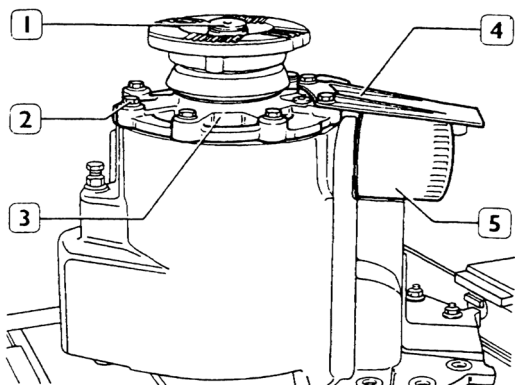

Figura 28
- a. Aflojar el tornillo (1).
- b. Introducir en el cilindro (4) aire comprimido con una presión de 6 bar.
- c. Apretar el tornillo (1) hasta encastrar en el tornillo (2).
- d. Apretar el tornillo (1) de 1/4 a 1/2 vuelta y apretar la tuerca de bloqueo (5) hasta el tope.
- e. Bloquear la rotación de la brida de acople (1, figura 28) con la palanca 99370317 y apretar la tuerca de fijación al par prescrito.